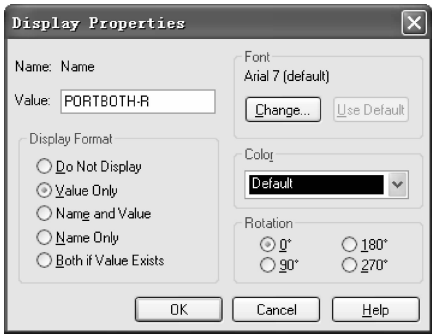

图 6-29 “Display Properties（显示属性）”对话框
8. 端口名称的编辑还可采用元件参数编辑的方法，在原理图中双击端口名称，弹出如图 6-29 所示的“Display Properties（显示属性）”，在该对话框中修改端口名称。